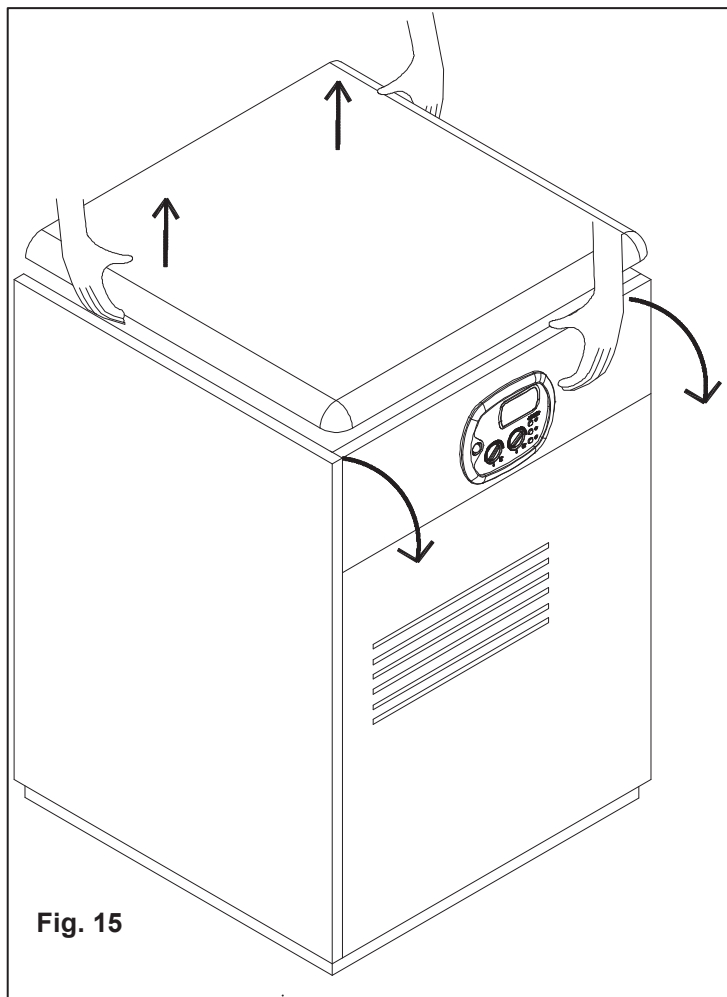

Fig. 15
- Retirer le couvercle supérieur en exerçant une certaine pression et en tirant vers le haut (fig. 15) ;
- Retirer le couvercle supérieur (voir fig. 15) ;